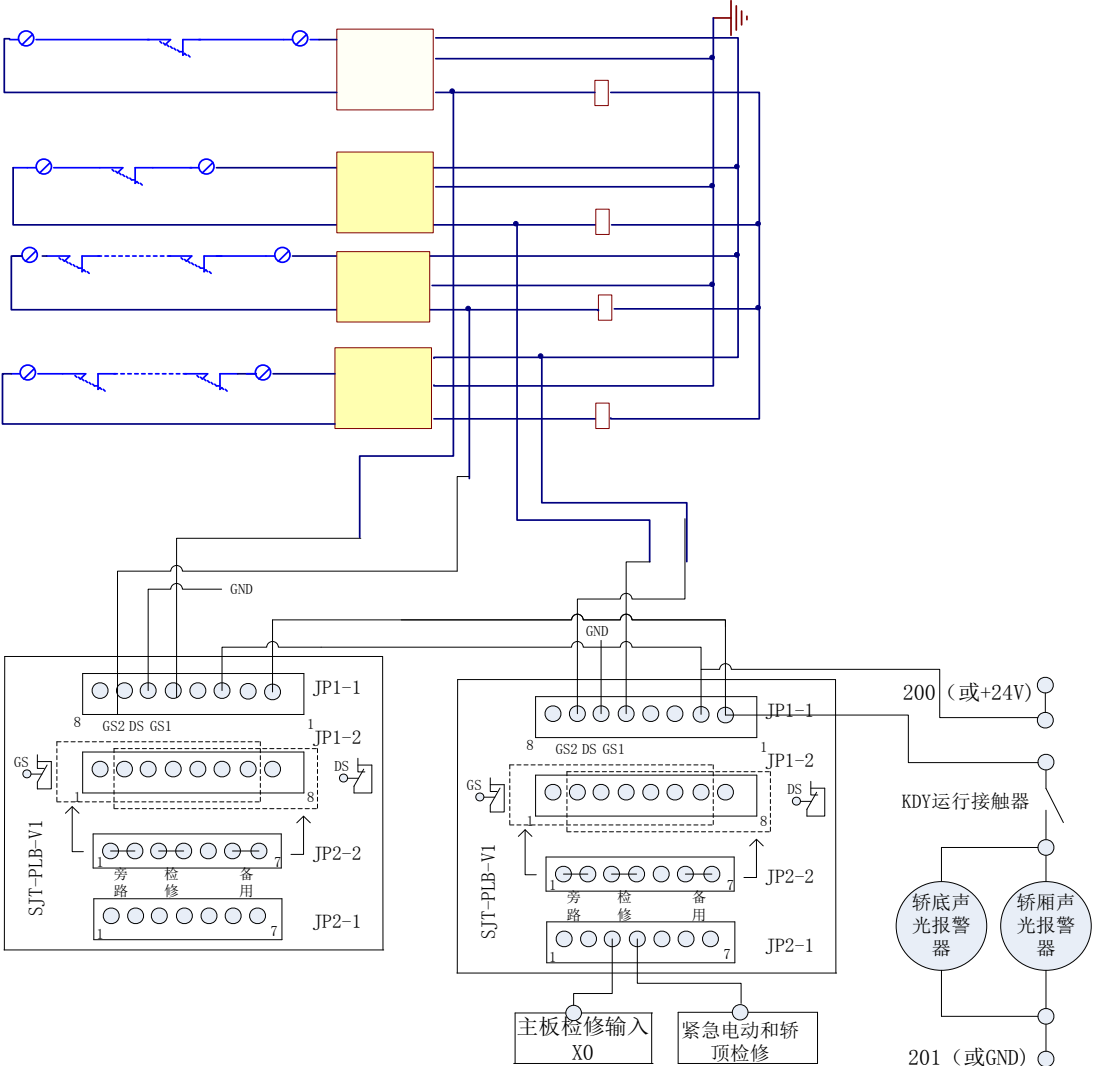

图 F6.2 BL6 并行一体机贯通门旁路方案
- 1、使用 SJT-PLB-V1 专用旁路电路板，如图 F6.2，系统正常状态时，插头插在 JP2-2 上，旁路状态时插在 JP1-2 上。